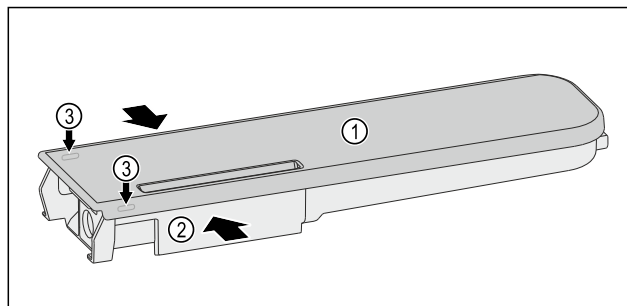

Fig. 134
- Притисніть бак для води Fig. 134 (2), обережно підчепіть і потягніть угору кришку Fig. 134 (1) за допомогою фіксувальних язичків Fig. 134 (3).
- Обережно порухайте кришку Fig. 134 (1) вперед-назад і зніміть її вгору.